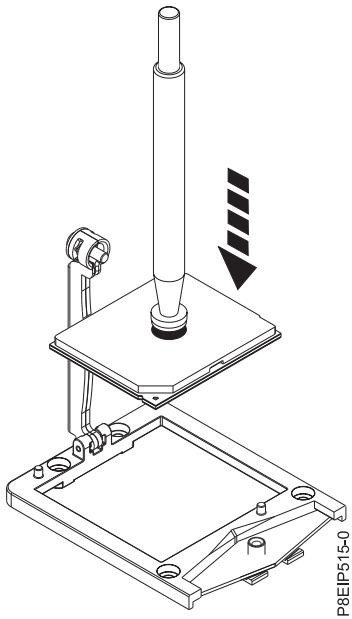

図 54. プロセッサーをソケットに下ろす
- a. ペンとシステム・プロセッサー・モジュールをソケットの上に下ろします (53 ページの図 54 を参照)。プロセッサーの斜めになっている角を、ソケットの斜めになっている角に位置合わせします。プロセッサーを傾けないように注意して、ツールを水平に下ろします。